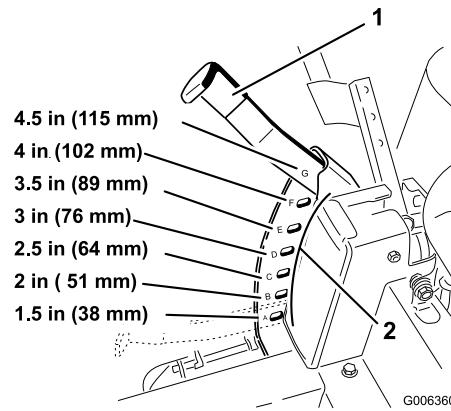

Figura 14
1. Alzate la leva dell'altezza di taglio in posizione di trasferimento, posizione dell'altezza di taglio G (anche 4-1/2 poll. [115 mm]) (Figura 14).